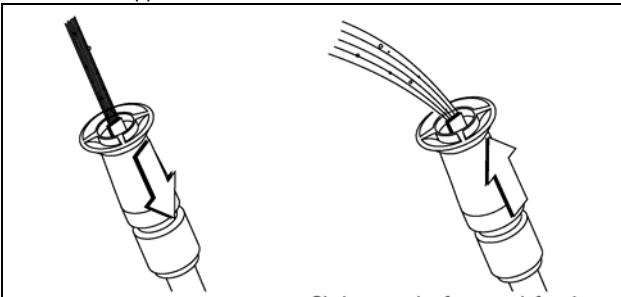

Рис. 10. Регулировка давления
1. Переведите наконечник вперед, если Вы хотите установить режим низкого давления (рис. 10). Переведите наконечник назад, чтобы установить высокое давление.